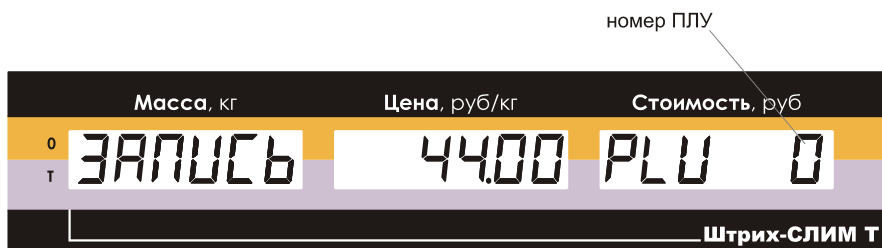

Рисунок 66. Показания дисплея в режиме "Программирование ПЛУ".
- Затем нажмите клавишу  для входа в режим "Программирование ПЛУ" (см. Рисунок 66):